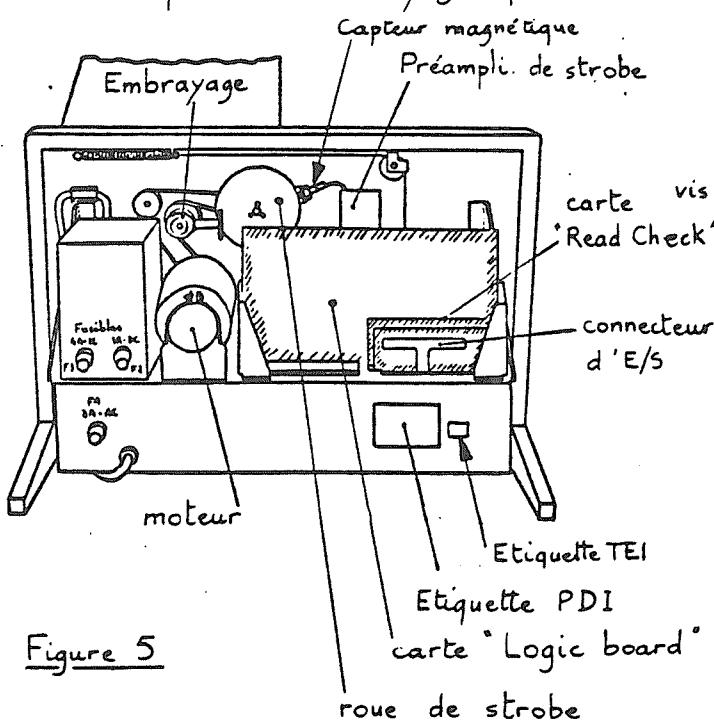

Figure 5
- Contrôler le jeu de l'embrayage (fig. 5 et 6)
- Contrôler l'écartement entre le capteur magnétique et la roue de strobe avec la cale bleue : jeu = $0,005 \text{ inch} \pm 0,001 \text{ inch}$ (faire tourner manuellement la roue de strobe (fig. 5 et 7)).
- aux pins 14 (5V) et 7 (OV) des circuits intégrés du "Logic board" (Fig 5)
- (4) - Mauvais contact du "micro-switch" ; Mauvais déparasitage du relais ; Mauvais réglage (en butée) du monostable de "Leading Edge" (voir chapitre II) entraînant une oscillation du driver de relais.
- (5) - Mauvais contact du bouton poussoir ou du connecteur J1, J2
- " aux bornes de la bobine d'embrayage (fig. 5)
Numéro TEI du lecteur : 1-149.010/01 (fig. 5)
— Placer un strap sur la carte logique (logic Board : fig 5)